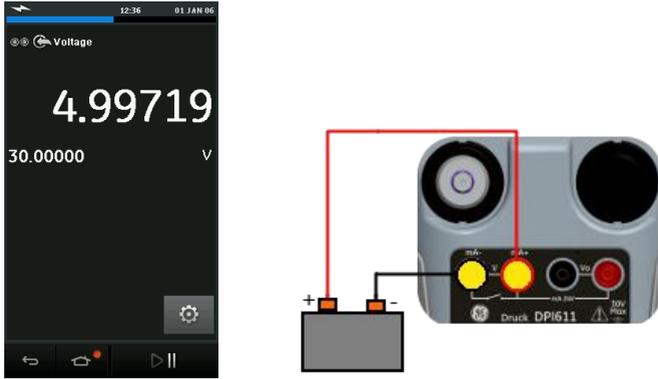

图 2-21 在电气通道测量直流电压或直流 mV
- 图 2-21显示电气通道设置用于测量直流电压 ( $\pm 30$  V) 或 mV ( $\pm 2000$  mV)。